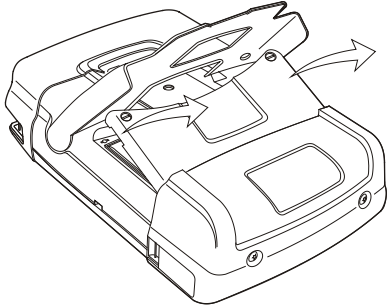

Figura 48 . Retirada de la tapa de la batería
4. Levante la tapa y extráigala (Figura 48).